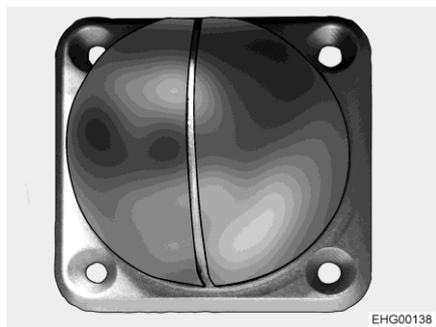

Fig. 108 Station d'accueil (active et passive)
- Station d'accueil active (Fig. 108) avec fonction de charge dans la pendure
- Station d'accueil passive (Fig. 108) sous un meuble haut
La lampe mobile est rétractée (Fig. 106) et est raccordée à une station d'accueil passive (Fig. 108).
- Charge :** ■ Rétracter la lampe (Fig. 106), puis l'insérer dans la station d'accueil active (Fig. 108) dans la penderie.